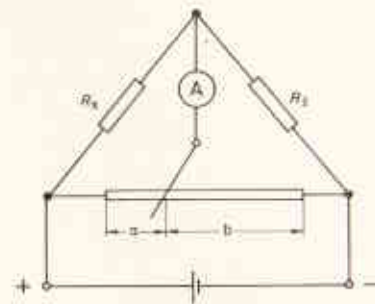

Abb. 2.12 – Brückenschaltung
1. Der geeichte Widerstand der nebenstehenden Schleifdrahtmeßbrücke beträgt $R_2 = 2000 \Omega$. Bei abgeglicherer Meßbrücke (Brückenstrom = Null) betragen die Teillängen des Schleifdrahts $a = 36,4 \text{ cm}$ und $b = 63,6 \text{ cm}$ (Abb. 2.12). Wie groß ist der Widerstandswert R_x ?